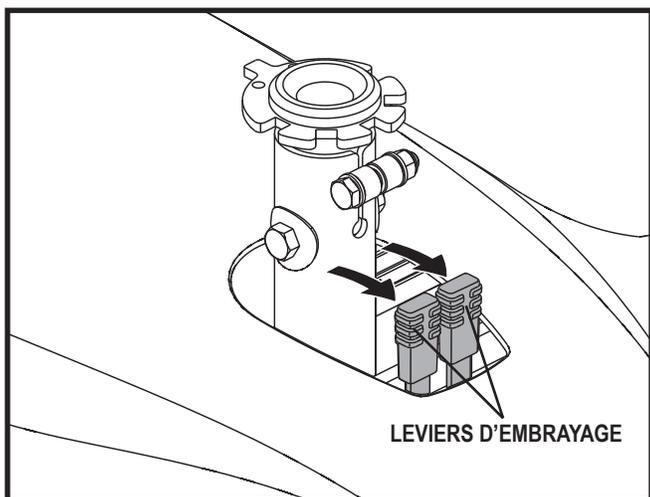

Figure 5. Mode de traction (embrayé)
2. Poussez les deux leviers vers l'avant en les éloignant du mât de siège pour embrayer les moteurs (embrayé). **Voir la figure 5.**
2. Assurez-vous que le fauteuil est bien embrayé. **Voir la figure 5.**